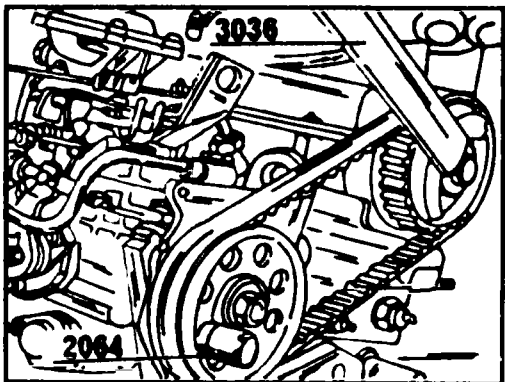

Рис. 3.26 Штифт, установленный в шкив ТНВД (слева) и фиксатор шкива ТНВД на распредвале (справа)
◆ Теперь необходимо заблокировать шкив ТНВД, вставив в него специальный штифт, показанный на рис. 3.26. Отверните болт крепления и выньте его вместе с большой шайбой. Снимите шкив ТНВД, а также зубчатый ремень насоса.
◆ Приводное колесо ТНВД на распредвале зафиксируйте инструментом аналогичным показанному на рис. 3.26 и ослабьте болт распредвала. Необходимость демонтажа этого болта существует только тогда, когда требуется заменить зубчатый шкив распредвала.
◆ Теперь необходимо зафиксировать шкив ТНВД, вставив в него штифт, показанный на рис. 3.26.
◆ Придерживая зубчатый шкив ТНВД штифтом, показанным на рис. 3.26, отверните и выньте болт крепления вместе с большой шайбой. Снимите шкив ТНВД, а также зубчатый ремень насоса.
◆ Приводной шкив ТНВД на распредвале зафиксируйте инструментом, аналогичным показанному на рис. 3.26, после чего строньте болт распредвала. Отвинчивать этот болт следует только тогда, когда требуется заменить шкив распредвала.
- ◆ Вставьте в колесо ТНВД установочный штифт 2064 (см. рис. 3.26) и заблокируйте шкив насоса.
- ◆ Показанным на рис. 3.26 приспособлением придерживайте зубчатый шкив привода ТНВД и вывинтите болт, крепящий этот шкив на распредвале.
◆ Придержите шкив газораспределения (например, устройством показанным на рис. 3.26) и отверните болт крепления на один оборот.